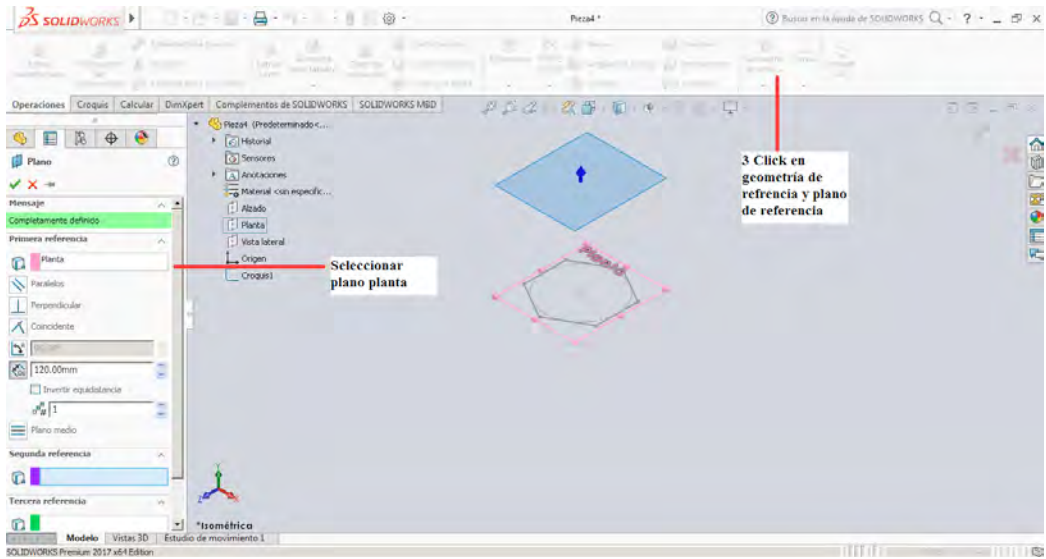

Figura 3-10
3. Posteriormente se crea un plano de referencia paralelo al plano Planta a una distancia 120 mm haciendo uso de la herramienta de la pestaña de operaciones **Geometría de Referencia** y seleccionando **Plano de Referencia**, en la figura 3-10 se muestra el procedimiento realizado para este paso.